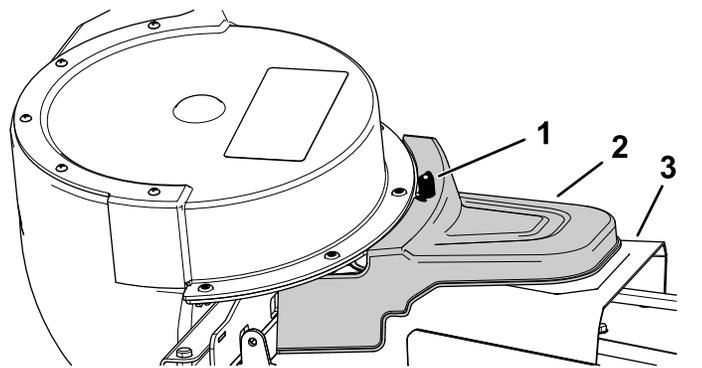

Bild 28
- Befestigen Sie die angetriebene Abdeckung des Heckfangsystems über der Riemenabdeckung und befestigen sie durch Anziehen des Handrads (Bild 28).